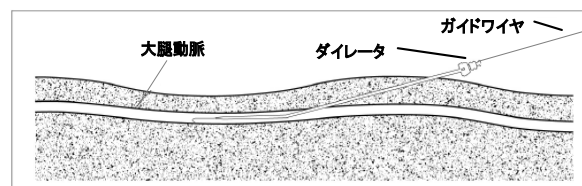
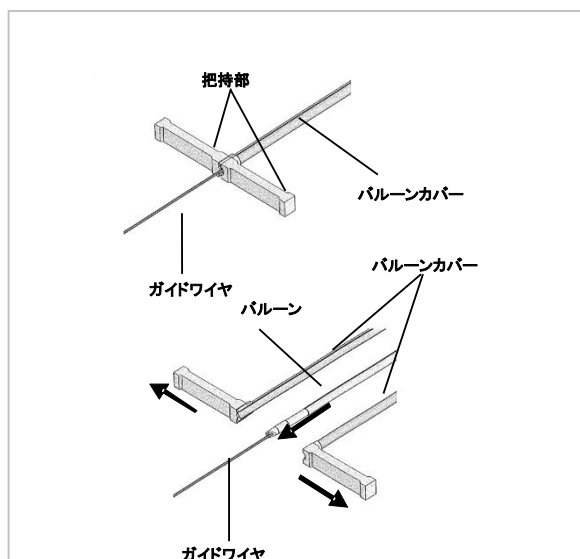
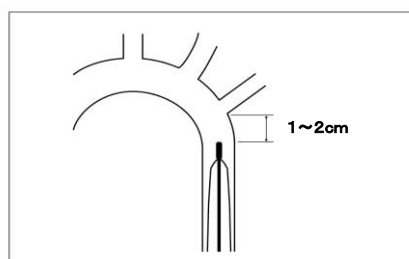

図2. ダイレーション
図 3. バルーンカバー
図 4. バルーン先端位置
(7) 出血を手指で抑えながら、シース用ガイドワイヤ 0.88mm (0.035inch) ×800mm を穿刺針のカニユーラに挿入する。	(7) 出血を手指で抑えながら、シース用ガイドワイヤ 0.88mm (0.035inch) ×800mm を穿刺針のカニユーラに挿入する。
(8) ガイドワイヤが大腿動脈内まで入ったところで、カニユーラを抜去する。	(8) ガイドワイヤが血管内に十分な長さまで入ったところで、カニユーラを抜去する。
(9) ガイドワイヤ末端よりシース用ダイレタを挿入し、体表から血管までの組織をダイレーションする。(図2参照)	(9) ガイドワイヤ手元側端部よりダイレタをセットしたシースを挿入し、体表に2cm程度残るまで血管内に進める。
(10) ダイレタのみを残し、ガイドワイヤを抜去する。	(10) シースのみを残し、ガイドワイヤとダイレタを抜去する。
(11) バルーン用ガイドワイヤ 0.36mm (0.014inch) ×1800mm をダイレタに通し、胸部大動脈まで進める。	(11) バルーン用ガイドワイヤ 0.36mm (0.014inch) ×1800mm をシースに通す。
(12) ガイドワイヤを残したまま、ダイレタを抜去する。手指で皮膚を圧迫し、出血を抑える。	(12) ガイドワイヤを胸部大動脈内まで進める。IAB カテーテルのセントラルルーメン先端にガイドワイヤを挿入する。
(13) クランプなどを用いて切開部の皮膚を拡張する。	(13) IAB カテーテル体内挿入直前に、バルーンカバーの先端把持部を持ち、ゆっくりと裂きながら IAB カテーテルをシースに挿入する。(図3参照)
(14) IAB カテーテルのセントラルルーメン先端にガイドワイヤを挿入し、体内に挿入する。(図3参照)	(14) バルーン部がシースを通過したら、分岐部のルーロックからガイドワイヤが出てくるまで、ガイドワイヤに沿って、IAB カテーテルを進める。IAB カテーテルのキंकを防止するため、IAB カテーテル挿入が完了するまで IAB 挿入部から 2~3cm 以内のところをつかみ短いストロークで挿入する。
(15) IAB カテーテルの体内挿入直前に、バルーンカバーの先端把持部を持ってゆっくりと裂く。(図3参照)	(15) 手順 (17) に進む。
(16) IAB カテーテルの挿入部に近いところをやさしくつかみながらガイドワイヤに沿って IAB カテーテルを進める。IAB カテーテルのキंकを防止するため、IAB カテーテル挿入が完了するまで挿入部から 2~3 cm 以内のところをつかみ短いストロークで挿入する。	—
(17) X 線透視下でガイドワイヤ先端とバルーン先端を確認しながら、ガイドワイヤに沿って IAB カテーテルを進めバルーンの先端を大動脈弓部の直下に位置させる。(図4参照)
(18) 手順(19)に進む。	(18) バルーン部が全てシースから出たことを以下の要領で確認する。IAB カテーテルの深度マーカ（バルーンに一番近い巾広のマーカ、またはそれ以降のマーカ）がシース内に入っていること。
(19) IAB カテーテルの位置を決めたら、ガイドワイヤを抜去する。
(20) 分岐部のセントラルルーメン側にフラッシュ用コネクタを接続し、血液を 3mL 吸引した後、IAB カテーテルのセントラルルーメンを 3~5mL の滅菌生理食塩水でフラッシュする。
(21) フラッシュ用コネクタを外し、セントラルルーメンにパンピング用スタイレットを挿入する。
(22) パンピング用スタイレットのハブに三方活栓を接続し、滅菌生理食塩水等で IAB カテーテルのセントラルルーメンを十分に満たす。